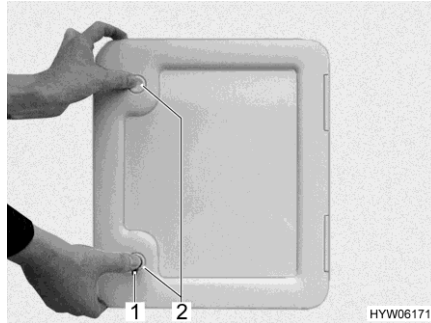

Bild 289 Lucka för latrintank
- Öppna luckan till latrintanken på fordonets utsida. Stick för detta in nyckeln i låscylindern i trycklåset (Bild 289,1, Bild 290,1 eller Bild 291,1) och vrid den ett kvarts varv.
- I förekommande fall: Tryck samtidigt in de två trycklåsen (Bild 289,2 eller Bild 291,2) med tummarna och öppna luckan.